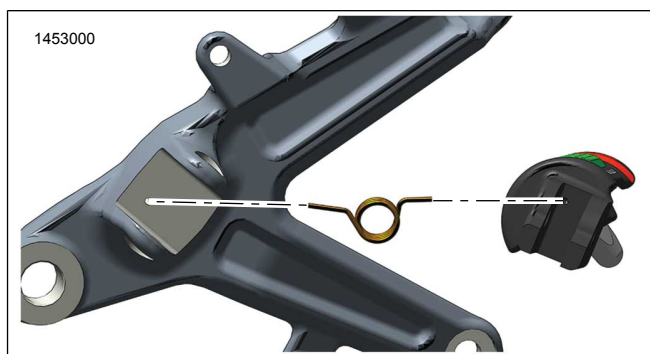
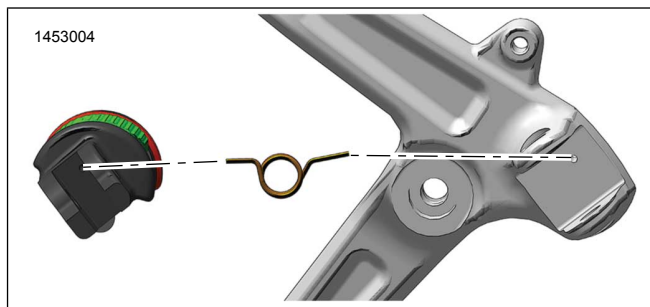

図5。リターンズスプリングの向き-右
図6。リターンズスプリングの向き-左
2. 「図5」または「図6」を参照してください。リターンズスプリング(B)をフットペグアッセンブリに配置します。